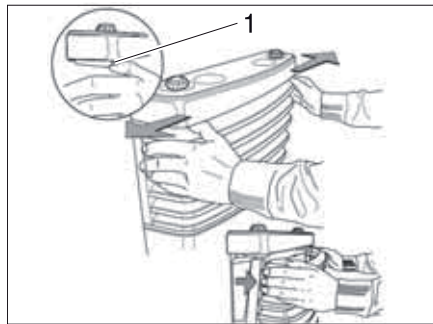

Fig. 106 Enlever le revêtement du chauffage
- Enlever le revêtement du chauffage. A cet effet, pousser les ressorts de fermeture (Fig. 106,1) latéralement vers l'extérieur, faire basculer le revêtement vers l'avant et le soulever hors des paliers inférieurs.